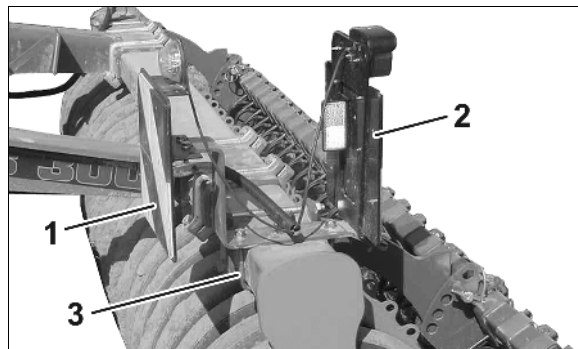

Fig. 14
- o Klemmbügel lösen und Beleuchtung vorn (Fig. 14/1) und hinten (Fig. 14/2) demontieren.